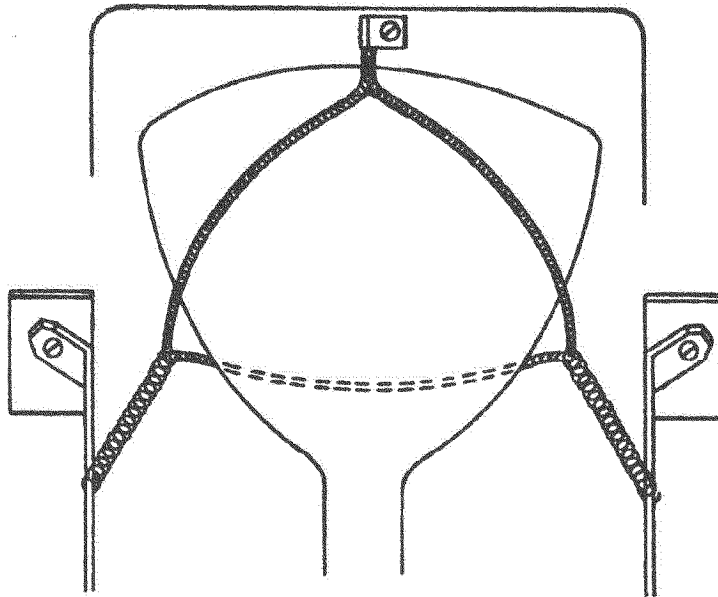

FIG:1
1. De grafietlaag aan de buitenkant van de kathodestraalbuis is met het chassis verbonden. Hiervoor wordt afschermkous gebruikt, zodat over een groot oppervlak een goed electrisch contact met de grafietlaag wordt verkregen. De kous is om de buis aangebracht als in fig. 1 aangegeven. Met behulp van twee veren wordt deze kous tegen het conisch gedeelte van de buis aangetrokken.